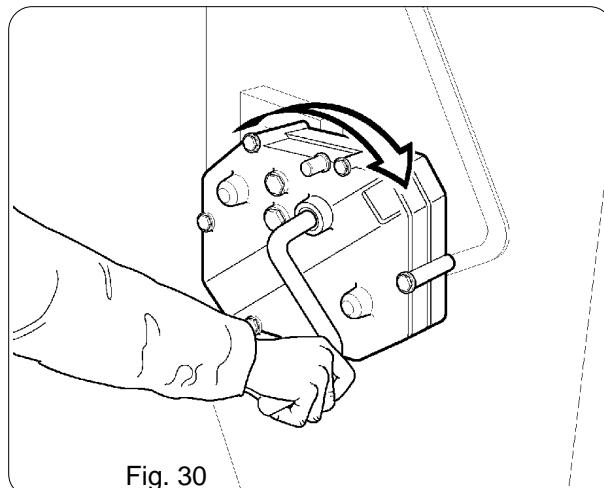

Fig. 30
- 4) Inserire la manovella (Fig. 30) nell'alberino del cambio e girare in senso orario.
- 4) Insert the crank (Fig. 30) on the speed change gear shaft and rotate clockwise.
- 7) Weigh the seed collected in the bins and multiply the weight by 100 or 40, depending on the number of rotations made. The value obtained is the number of kilograms distributed per hectare (Fig. 30).
- 4) die Kurbel (Abb. 30) in die Getriebebspindel einsetzen und im Uhrzeigersinn drehen.
- 4) insérer la manivelle (Fig. 30) dans l'arbre de la boîte de vitesses et tourner dans le sens des aiguilles d'une montre.